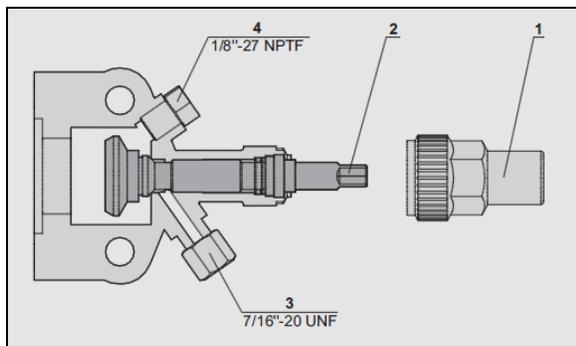

FIGURE 80: ROBINET D'ARRÊT DU COMPRESSEUR EN POSITION SIÈGE ARRIÈRE (POSITION NORMALE DE FONCTIONNEMENT)
4. Placer le robinet d'arrêt de l'aspiration du compresseur en position siège arrière (FIGURE 80).
- Éteindre le moteur et les robinets d'arrêt de l'aspiration et de l'évacuation en siège arrière (FIGURE 80).
- Mettre les deux robinets d'arrêt du compresseur en siège arrière (tige sortie) (FIGURE 80).
- Installer les manomètres de climatisation sur les raccords de service des soupapes d'arrêt du compresseur (élément 4, FIGURE 80).